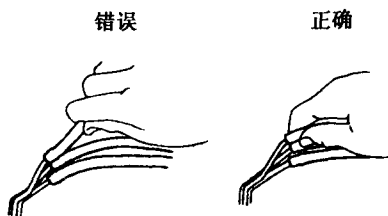
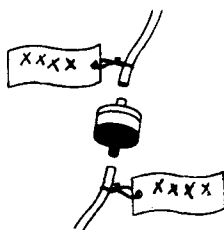

图 1-1 拔下软管的方法
图 1-2 在软管上挂识别标签
① 除非绝对需要,否则不要打开 ECU 的外壳。
② 拨开插接器时,应拉插接器,不要拉导线。
③ 操作时应小心,不要将电气部件(如传感器或继电器)掉到地上。如果掉到硬地板上,应更换。
④ 当用蒸气清洗发动机时,应防止电子部件、空气滤清器和排放控制部件被水弄湿。
⑤ 拆卸和安装水温开关或水温传感器时,千万不要使用冲击扳手。
⑥ 在线束插接器处检查连通情况时,插入万用表测试笔(探针)时应小心,以防弄弯端子。
① 拆开真空软管时,应拉软管的端部,不要拉软管的中部,见图 1-1。
② 使用真空表时,千万不要用力将一根软管套到过大的管接头上,应使用能连接不同直径管子的管接头。软管一旦被过度扩张,就会发生泄漏。
9) 脱开真空软管的连接之前,应拴上标签(见图 1-2),以便连接时识别。完成修理作业后,应再次检查真空软管连接是否正确。发动机罩下面有一个标签,它可提供真空软管的正确布置情况。
这里仅给出了故障诊断与排除的基本程序(见框图 1-1),而后面各章提供了故障诊断的细节。
框图 1-1 故障诊断与排除的基本程序
如框图 1-1 所示,在车辆进入车间后,第一步是询问用户,了解故障情况和发生故障时的环境条件。第二步验证故障征兆和故障情况,检查有无故障码。在验证故障征兆时,如果不出现故障征兆,应使用故障征兆模拟法(见本节下面)来检查。
确定由故障码所代表的故障是否仍在发生,还是以前发生而现在已经转为正常,这一点在故障码检查中非常重要。另外,在故障征兆检查中,还应检查故障码所代表的故障是否与故障征兆直接相关还是无关。为此,在故障征兆验证之前和验证之后,都应检查故障码,以便确定目前的状况(如表 1-1 所示)。如果不这样做,有可能对正常工作的系统进行了不必要的故障排除,从而使查找故障更加困难,并且因不必要的维修操作而浪费了时间。因此,应总是遵守正确的操作程序,并进行故障码检查。框图 1-2 给出了利用故障码检查的诊断程序。
框图 1-2 故障码检查程序